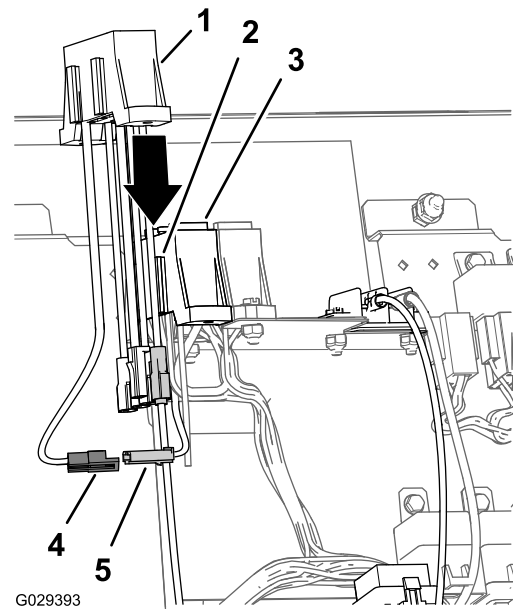

Bild 22
2. Stecken Sie den 2-Stiftstecker für die Zuführungskabel des Sicherungsblocks der Maschine in den 2-Buchsen-Stecker für die Zuführungskabel des Hilfssicherungsblocks (Bild 22).
3. Fluchten Sie die Schlitze im Hilfssicherungsblock mit den Montageflanschen des Sicherungsblocks der Maschine aus (Bild 22).